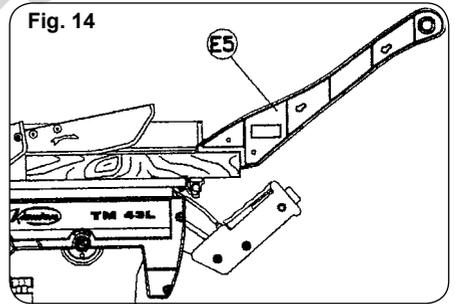

Fig. 14
**Usar el bastón de empuje E5 que se suministra con la máquina para alimentar la pieza cuando pase por la hoja de sierra (Fig. 14). En uno de los laterales de la mesa superior, la máquina dispone de dos soportes de anclaje previstos para colocar el bastón de empuje E5 durante su transporte.**